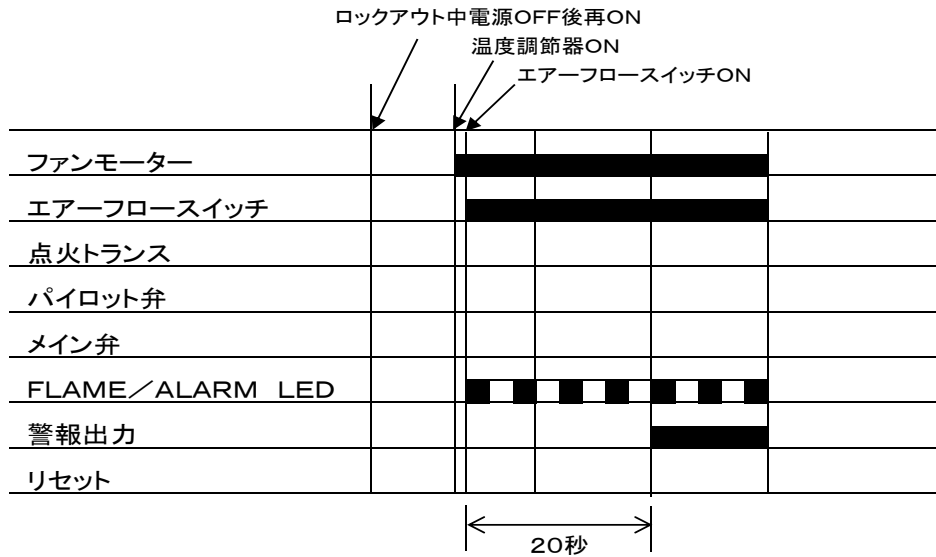

図12
5. ロックアウト中に電源が切れ復帰した場合の動作(図12参照)